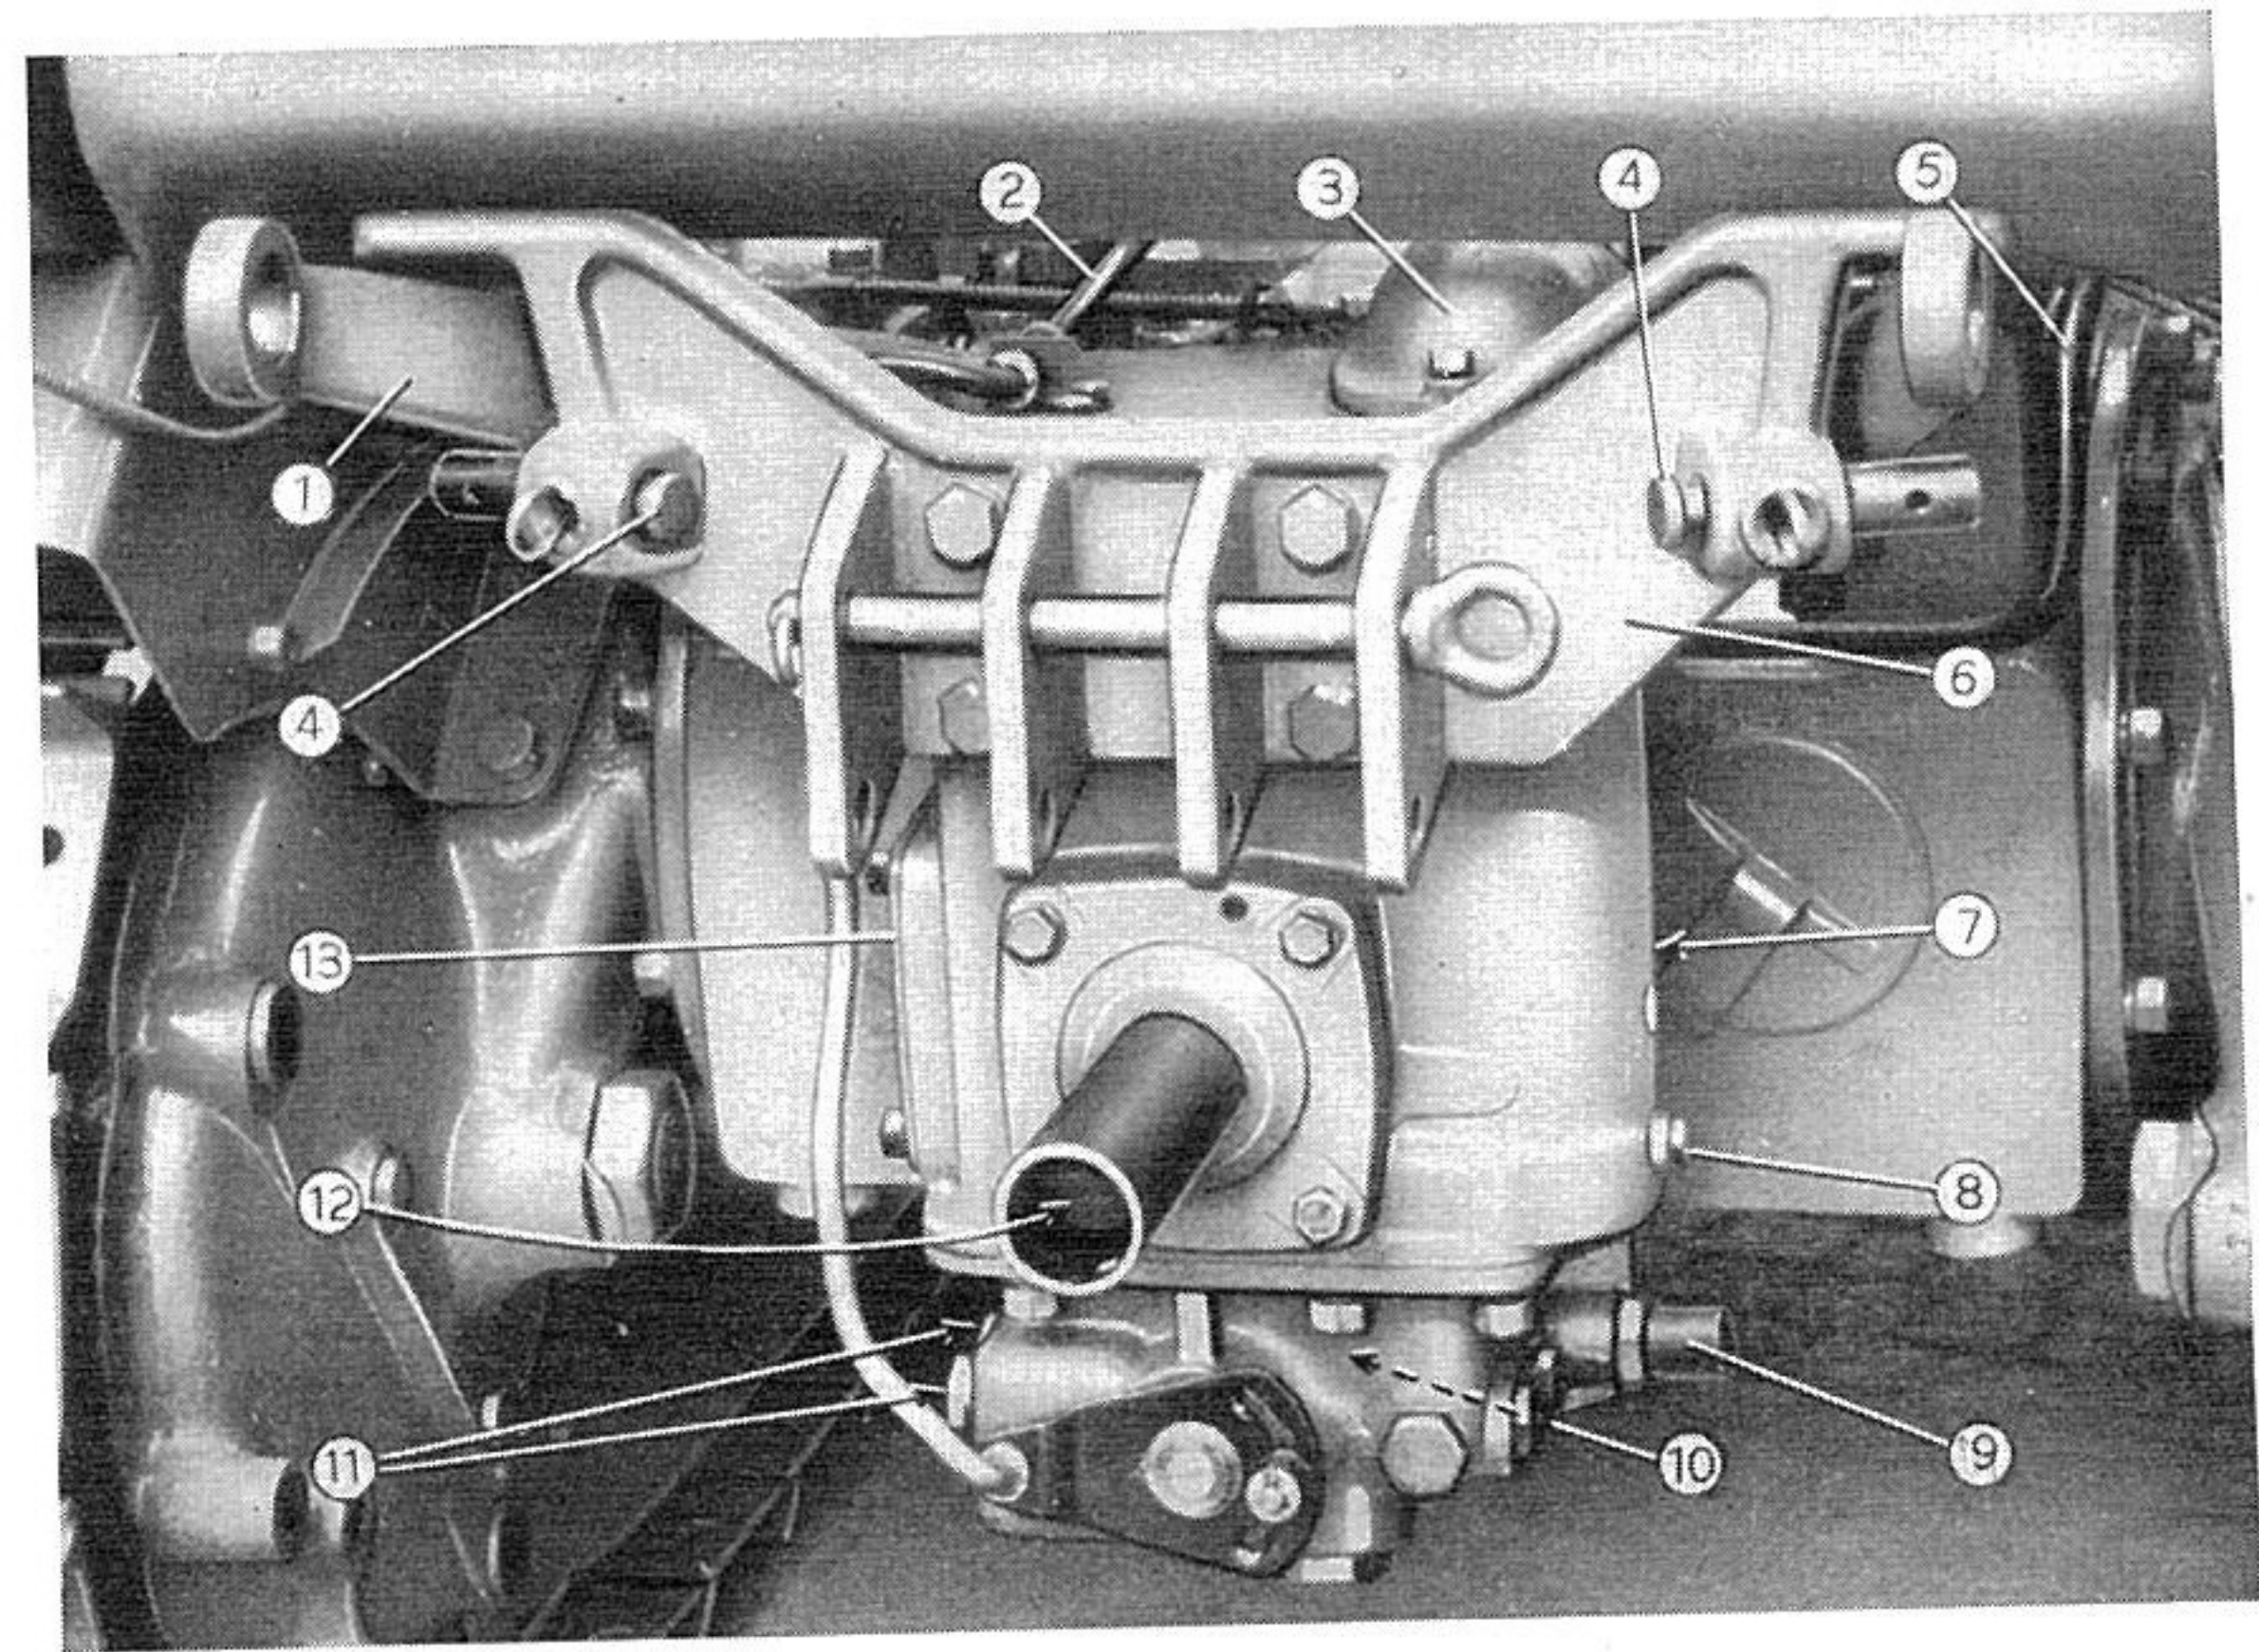

Fig. 56. - Groupe poulie de battage, prise de force et relevage hydraulique.
Sur demande, on fournit aussi le groupe dépourvu de poulie de battage (fig. 56).
L'enclenchement du groupe à la transmission est obtenu au moyen de la manette située à la droite du conducteur (5, fig. 56), tandis que le fonctionnement du relevage est commandé par une seconde manette placée dans une position commode au devant du siège (2, fig. 56).
L'action de relevage est réglée par un robinet, ou distributeur (8), placé en bas du groupe et commandé par une manette située devant le conducteur (2, fig. 56).